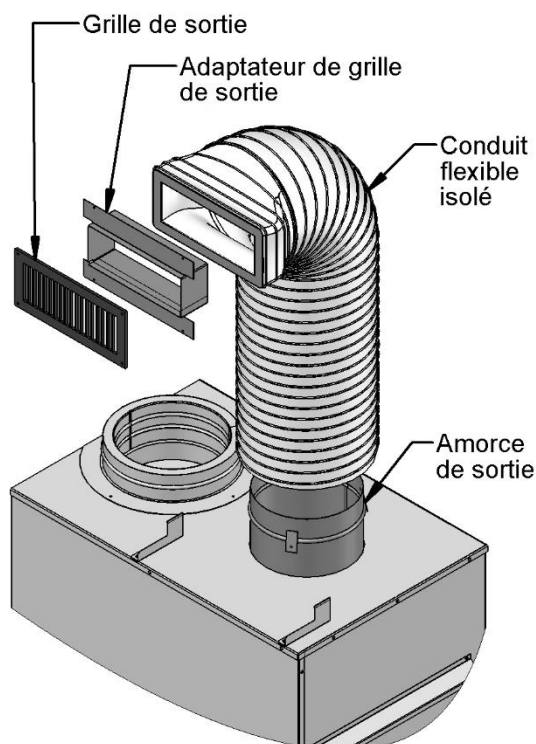

FIGURE 10 INSTALLATION GÉNÉRALE DES SORTIES DU SRC
Consultez la Figure 10 pour connaître les différentes pièces.
1. Installez le conduit flexible isolé (I) sur l'amorce de sortie du SRC sur le foyer (voir Figure 10). Le conduit flexible isolé doit complètement couvrir la partie de l'amorce de sortie dépasse au-dessus du foyer. Utilisez trois des vis autotaraudeuses avec trois rondelles plates fournies (E) pour visser à travers le conduit flexible isolé afin de le fixer à l'amorce de sortie du SRC.